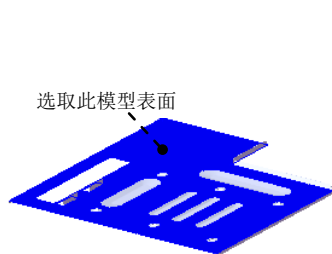
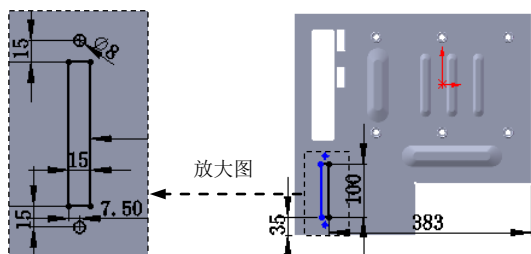

图 17.10.102 定义草图平面
图 17.10.103 横断面草图
(1) 选择命令。选择下拉菜单 **插入(I)** → **切除(C)** → **拉伸(E)...** 命令。
(2) 定义特征的横断面草图。选取图 17.10.102 所示的模型表面为草图平面, 绘制图 17.10.103 所示的横断面草图。
(3) 采用系统默认的切除深度方向; 在“切除一拉伸”对话框 **方向1** 区域的下拉列表中选择 **完全贯穿** 选项。
(4) 单击  按钮, 完成切除一拉伸 5 的创建。